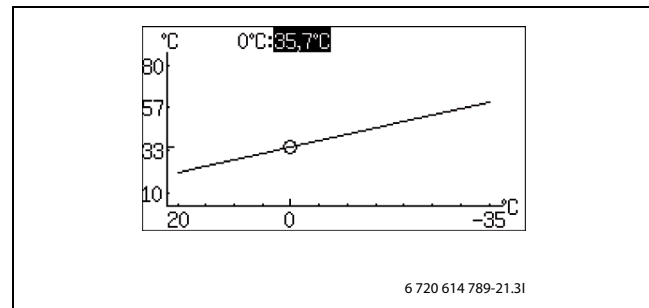

Bild 8
- Drehknopf bei markiertem Quadrat drehen, bis 0 °C markiert ist (→ Bild 8).